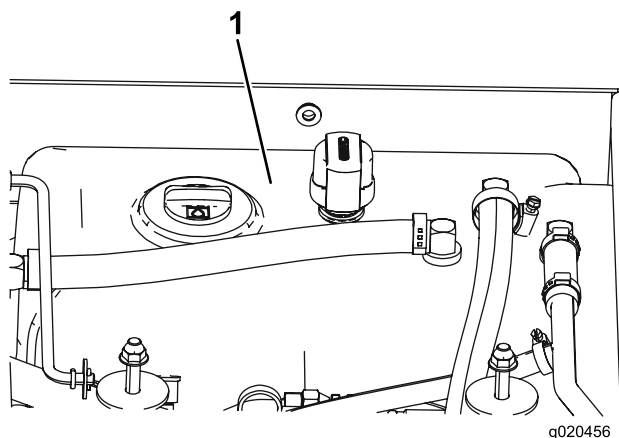

Figura 72
3. Encha o reservatório (Figura 72) com fluido hidráulico; consulte Verificação e adição do fluido hidráulico.